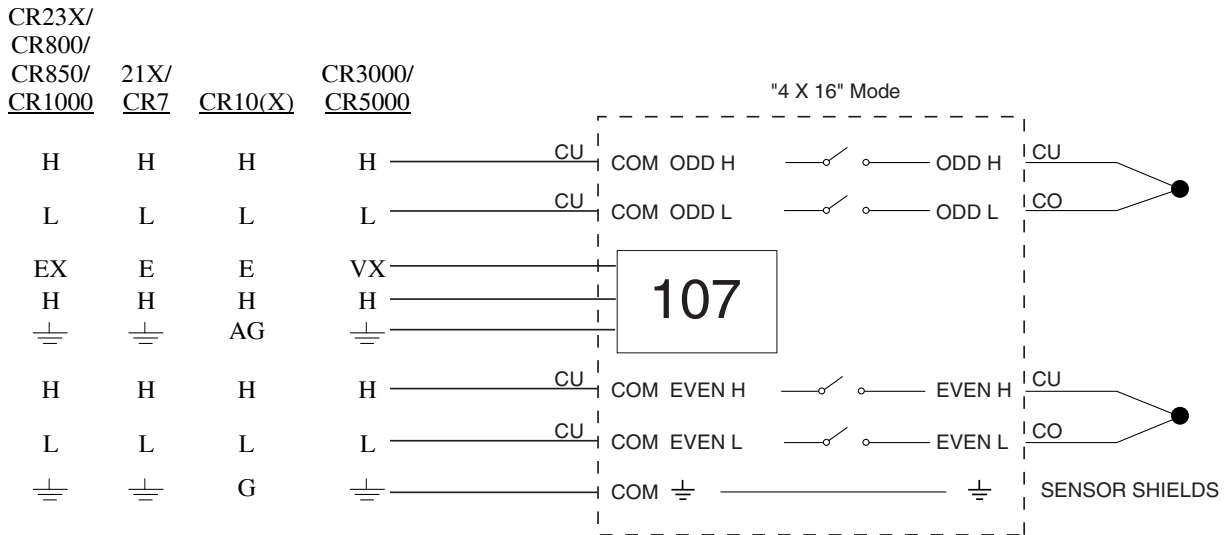

FIGURE 18. Mesure différentielle de thermocouple avec jonction de référence à l'AM16/32A.
Lorsqu'un mélange de thermocouple (TC) et d'autres types de capteurs sont multiplexés par l'intermédiaire de l'AM16/32A, il est en général préférable de repérer la jonction de référence sur l'AM16/32A; voir la Figure 18.
Référence de l'AM16/32A - Une référence extérieure, habituellement une thermistance, peut être située à l'AM16/32A; voir la Figure 18. Cette approche exige une autre entrée unipolaire d'enregistreur de données pour mesurer la référence. Positionner la référence à côté des bornes COM et, lorsque c'est convenable, mesurer les thermocouples sur les SET qui sont situées près des bornes COM, et ce afin de minimiser les gradients thermiques.